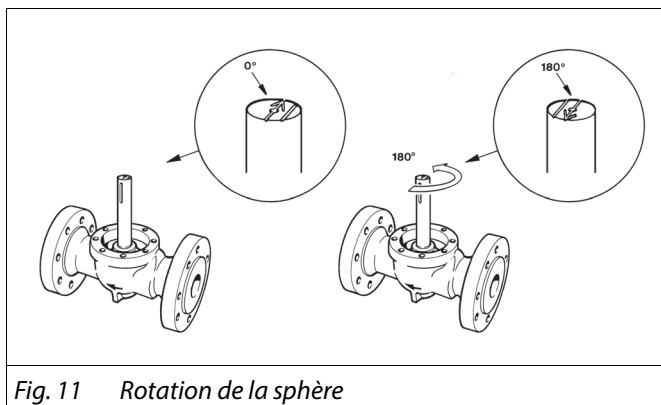

Fig. 11 Rotation de la sphère
- ❑ Faire pivoter (l'axe et la sphère de) la vanne de la vanne de 180° par rapport à la position 'Fermé'. Cf. Fig. 11.